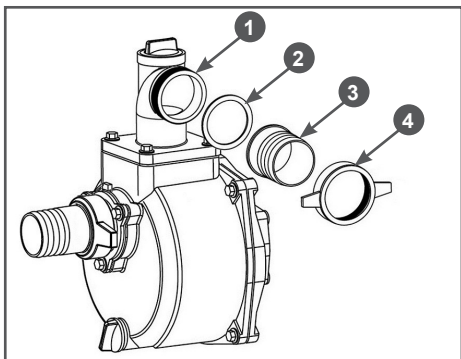

Рис. 9. Установка патрубка напорного рукава
2. Установите патрубок 2 через уплотнительное кольцо 3 к выпускному (напорному) фланцу 4 насоса и плотно затяните гайку 1 патрубка (Рис. 9).